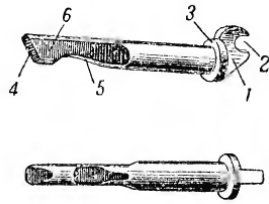

Рис. 32. Направляющий стержень:
**33. Направляющий стержень** (рис. 32) служит для направления боевой пружины и размыкания спусковой тяги с коромыслом. Он имеет: головку с вырезом для соединения с курком; кольцевой выступ для упора конца боевой пружины; срез для опускания спусковой тяги при взведении курка; нижний вырез, обеспечивающий подъем переднего конца спусковой тяги вверх и разъединяющий своим задним срезом при спуске курка спусковую тягу с коромыслом; боковые срезы для прохода в овальное отверстие коромысла.